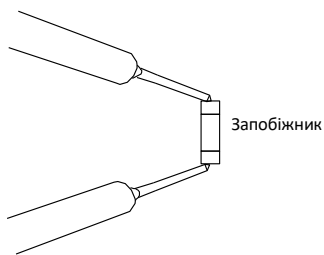

Рис. 2
2) Перевірте цілісність за допомогою мультиметра, як показано на рис. 2.